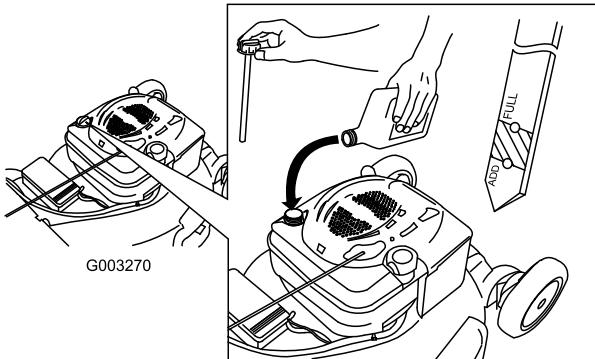

Figura 12
1. Retire la varilla, límpielo, y vuelva a colocarla (Figura 12).
2. Retire la varilla y compruebe el nivel de aceite (Figura 12). Si el nivel de aceite está por debajo de la marca "Add" de la varilla, vierta **lentamente** aceite en el tubo de llenado hasta que el nivel llegue a la marca "Full" de la varilla. **No llene demasiado.** (Capacidad máxima: 0,59 l (20 onzas), tipo: SAE 30W, aceite detergente con clasificación de servicio API SF, SG, SH, SJ, SL o superior.)